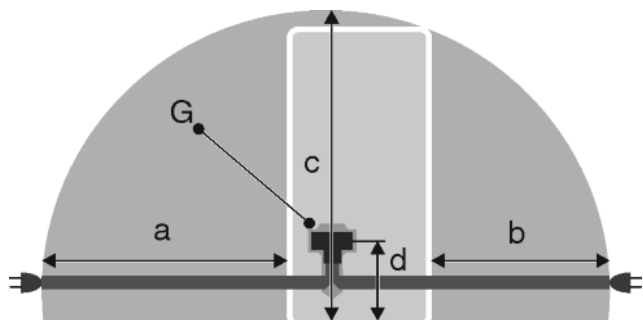

Fig. 46
- Розетка знаходиться за межами зони задньої стінки пристрою у заданому діапазоні Fig. 46 (a, b, c).
- ▶ Штекер пристрою Fig. 46 (G) вставити на задній стінці пристрою. Слід звернути увагу на належну фіксацію.